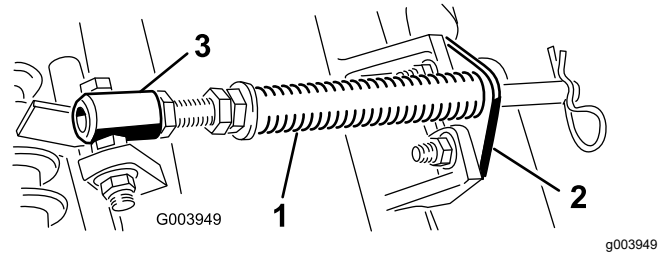

Bild 4
- A. Nehmen Sie die zwei Schlossschrauben und Muttern ab, mit denen die Stangenhalterung an den Nasen des Mähwerks befestigt ist (Bild 4).
- B. Nehmen Sie die Bundmutter ab, mit denen die Schraube des Federrohrs an der Trägerrahmennase befestigt ist (Bild 4). Nehmen Sie das Bauteil ab.
Hinweis: Positionieren Sie den Schraubenkopf zur Außenseite der Nase, wie in Bild 4 dargestellt.